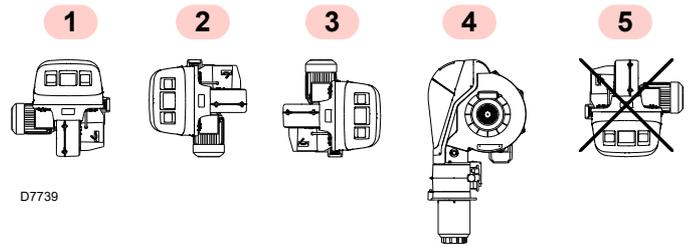

Abb. 10
- Der Brenner ist ausschließlich für den Betrieb in den Stellungen 1, 2, 3 und 4 (Abb. 10) ausgelegt.